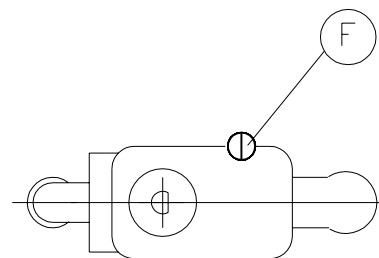

Bild. 4
- a) Für Erdgas und Stadtgas ist die Verstellerschraube "F" (Bild 4) gegen Uhrzeigersinn zu drehen, bis die Flamme bei der Stellung Minimum stabil bleibt. Für LNG-Gas ist die Schraube ganz festzuziehen..